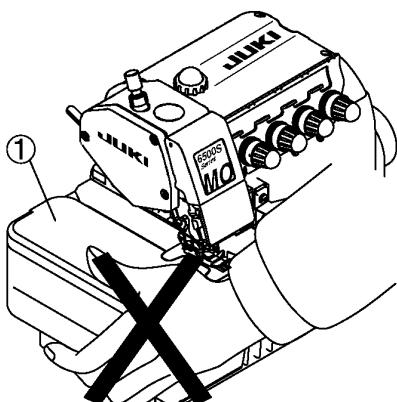

Рис. 9
- Когда переносите швейную машину после вскрытия коробки, не держите за нижнюю сторону крышки для ткани ①. (Рис. 9)